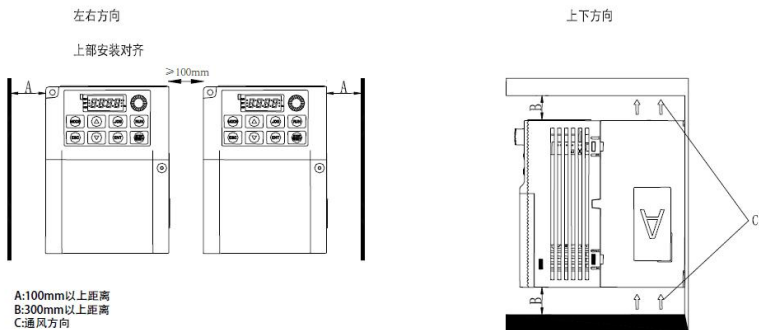

图 4.3 多台左右安装间距要求
(3) 多台安装时，一般采用左右并排安装方式，安装间距要求如图 4.3 所示；